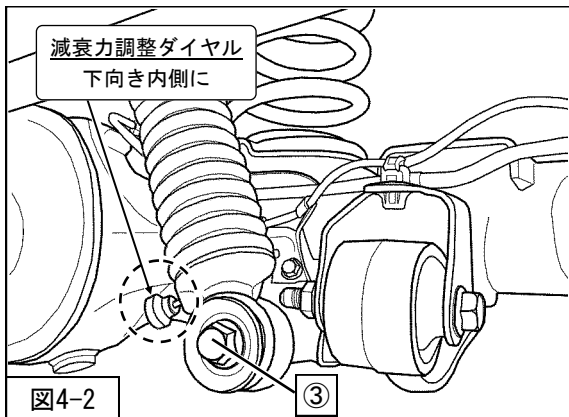
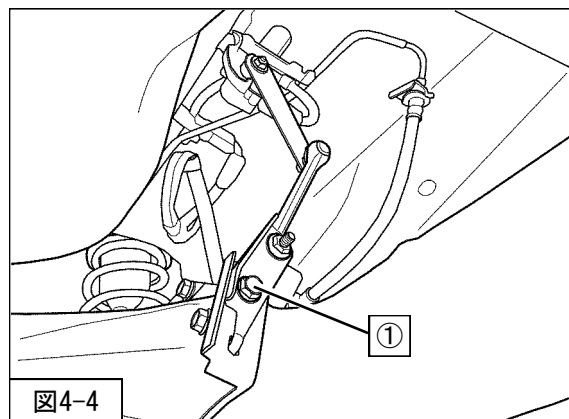

図4-2
図4-4
2. ③リアショックアブソーバASSYロア取付ボルト・ナットを仮締めして、リアショックアブソーバASSYを車両に取付けてください。（図4-2）
①車高センサ取付ボルト（締付トルク：10N・m）を使用し、車高センサを取付けてください。（図4-4）
5. ③リアショックアブソーバASSYロア取付ボルト・ナット（締付トルク：45N・m）
②リアショックアブソーバASSYアッパー取付ボルト（締付トルク：70N・m）を本締めしてください。（図4-2・4-3）